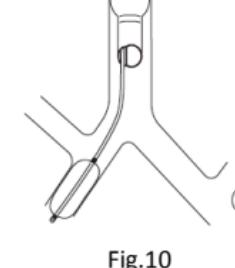

Fig.10
- For en patient med den øverste lap af højre lunge placeret meget tæt på luftrørsforgreningen kan blokering af den midterste og nedre lap af højre lunge, i stedet for hele højre lunge, opnås ved at placere blokkeren i den mellemliggende bronkus (Fig. 10).